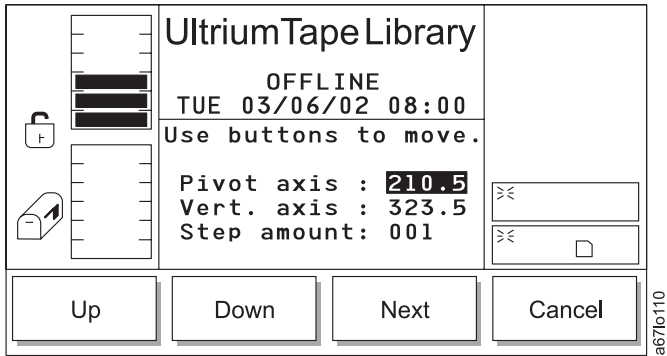

Abbildung 178. Achsendialog
- Wird **OK** ausgewählt, erscheint der Achsendialog (siehe Abb. 178).
Tabelle 127. Übersetzung von Abb. 178 auf Seite 191, Achsendialog